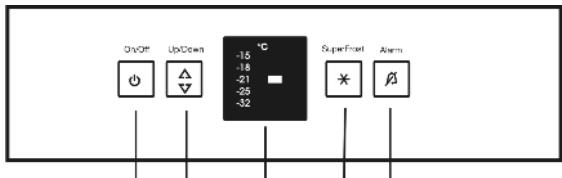

Fig. 2
- Нажать кнопку "On/Off" Fig. 2 (1).
Звуковой сигнал выключается автоматически, кнопка аварийного сигнала Fig. 2 (5) выключается и индикатор температуры перестает мигать, если температура снова становится достаточно низкой.